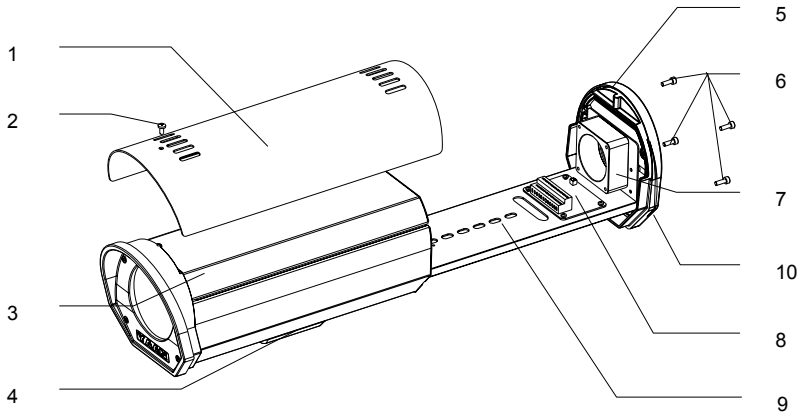

图 6 内部结构
5.3.1 按照图 6 所示,拧下后堵的 4 个 M4x16 内六角螺钉,将后堵连同托板向后拉出(使用 3mm 的内六角扳手)。
5.3.2 按照图 6 所示,将护罩使用配件中的 M4x8 十字槽盘头螺钉安装到外筒上(使用十字改锥)。
5.3.7 将后堵安装回护罩,同时将遮阳罩卡在后堵的对应卡槽内,注意后堵自带的防水圈平整,并按照图 6 所示使用 M4x16 内六角螺钉将后堵与外筒固定拧紧,否则会影响防水效果(使用 3mm 的内六角扳手)。